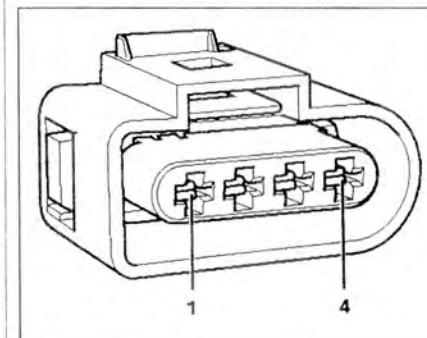

Рис. 3.60. На автомобилях с 121-пальчиковым разъемом блока управления: проверка сопротивления между контактами разъема датчика температуры охлаждающей жидкости.
14. В случае достижения заданного значения присоедините тестер V.A.G 1598/31 к жгуту проводов блока управления двигателем. Проверьте провода между тестером и 4-пальчиковым разъемом на прерывание цепи: контакт 1 + гнездо 52, контакт 2 + гнездо 73 (рис. 3.60). **Заданное значение:** макс. 1.5 Ом.